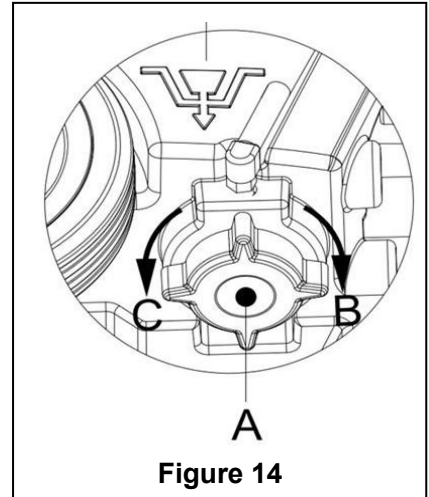

Figure 14
- Comme indiqué dans la **Figure 14**, tournez pour ouvrir le bouchon du réservoir de solution (A) dans le sens inverse des aiguilles d'une montre dans la direction C et vidangez complètement le réservoir de solution. Utilisez de l'eau propre pour nettoyer l'intérieur du réservoir de solution. Quand le travail est terminé, serrez bien le bouchon du réservoir de solution (A) dans le sens des aiguilles d'une montre dans la direction B.